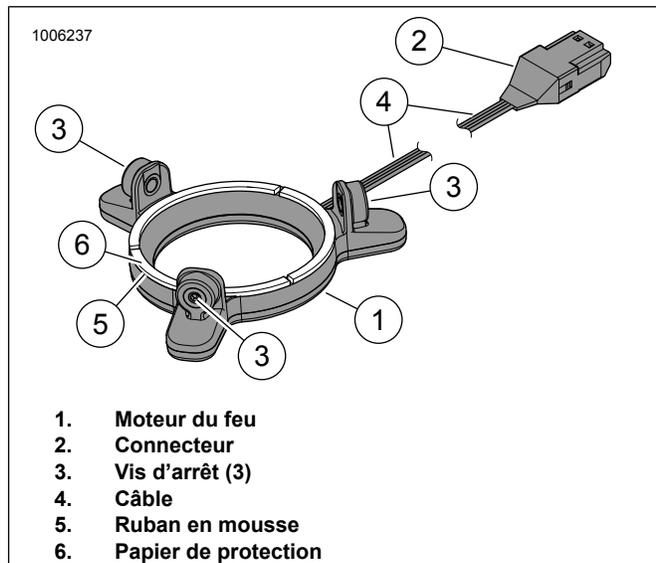

Figure 20. Feu DÉL, haut-parleur Stage II rond
5. Voir la figure 20. Retirer le papier de protection (6) du ruban de mousse (5) à l'arrière du moteur du feu (1).